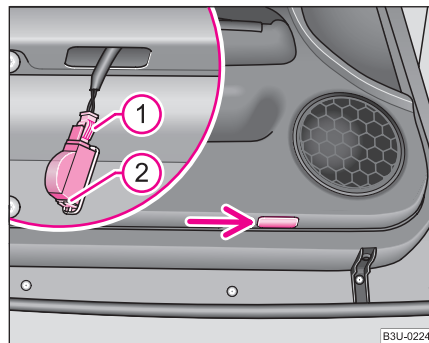

Fig. 206 Partea de jos a ușii: Lampa din zona accesului în autovehicul
- Introduceți o șurubelniță mică în fanta de lângă lampă ⇒ fig. 206 și scoateți lampa cu atenție.
- Decuplați ștecărul ①.
- Apăsați siguranța ② a capacului și scoateți capacul.